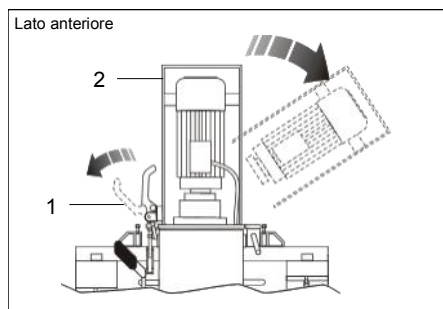

FIG.7 (Apertura dispositivo bloccaggio gruppo motoriduttore)
- 2) Aprire il dispositivo di bloccaggio del gruppo motoriduttore (FIG.7-Rif.1);
- 3) Ruotare in senso orario la flangia gruppo motoriduttore (FIG.7-Rif.2);